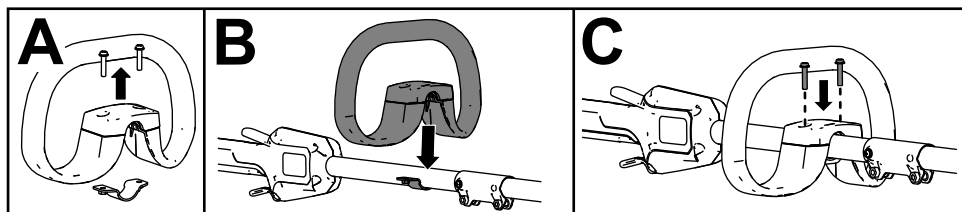

Figure 4
1. Avec un tournevis Phillips, séparez la poignée auxiliaire du support en retirant les 2 vis (A de la Figure 4).
2. Placez la poignée auxiliaire au-dessus de son support sur le manche de la débroussailleuse (B de la Figure 4).
3. Fixez la poignée auxiliaire à son support à l'aide des 2 vis retirées précédemment (D de la Figure 4).
3. Fixez le déflecteur sur la base de la débroussailleuse à l'aide des 2 vis à tête creuse, des 2 rondelles et des 2 entretoises retirées précédemment (C de la Figure 4).